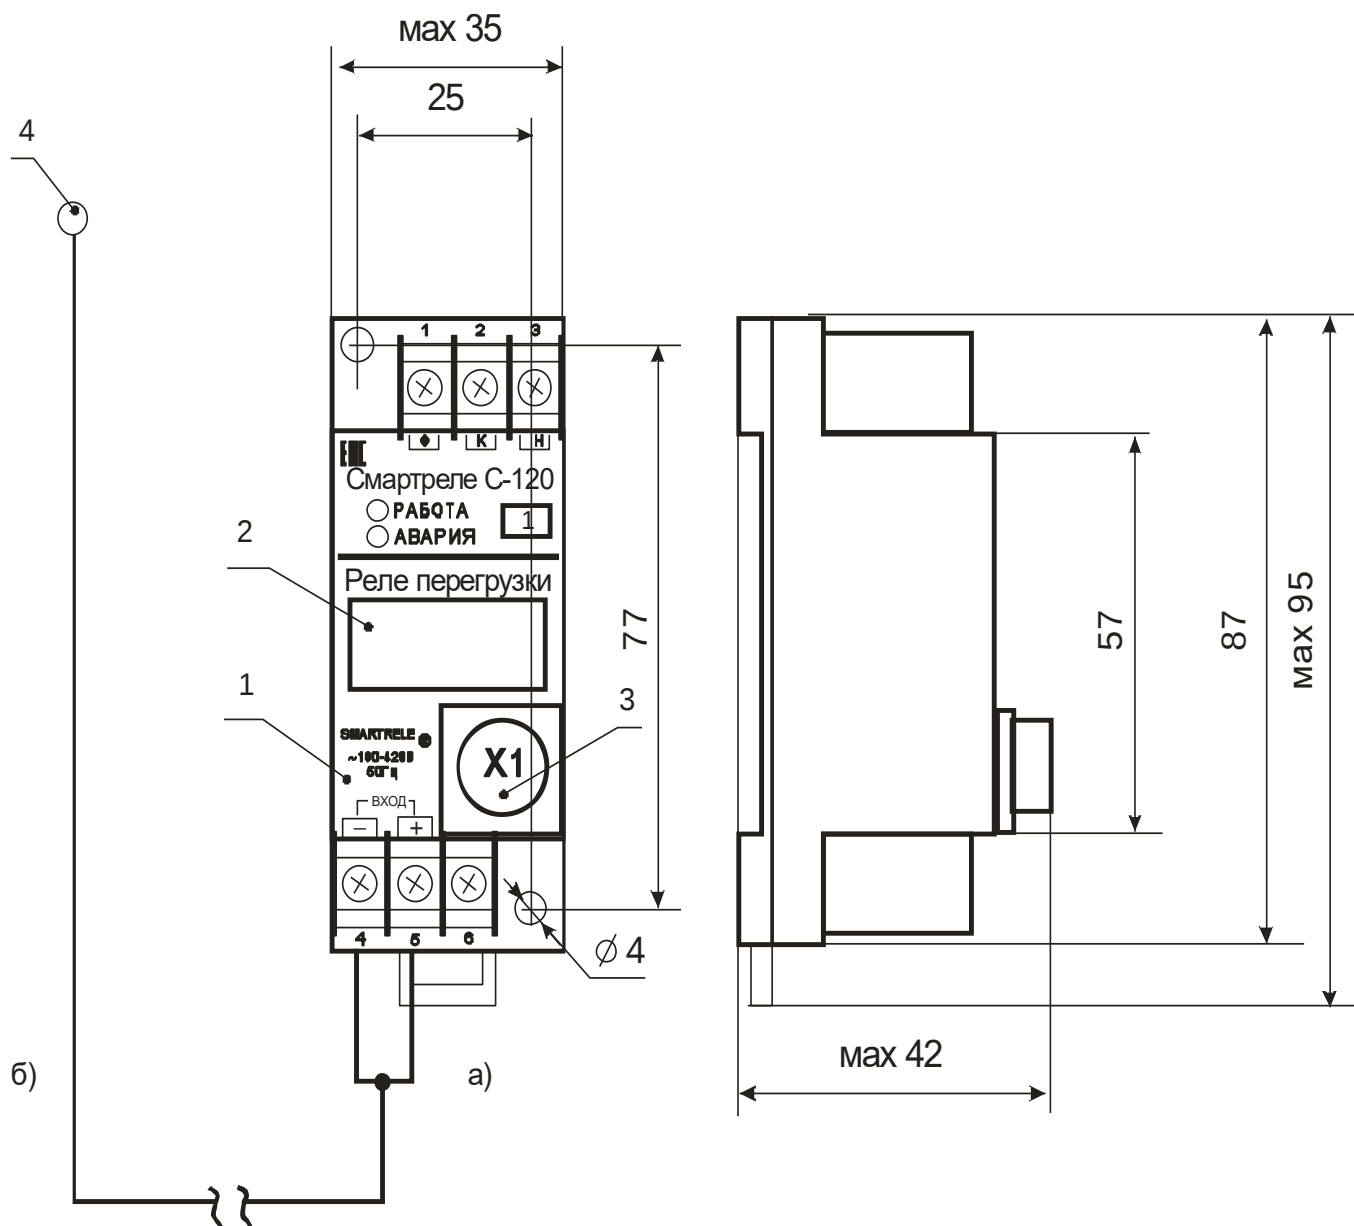

Рисунок 1 – внешний вид, габаритные и установочные размеры СМАРТРЕЛЕ C-120/1
5.1 Внешний вид, габаритные и установочные размеры реле модификации Смартреле С-120/1 показан на рис.1.